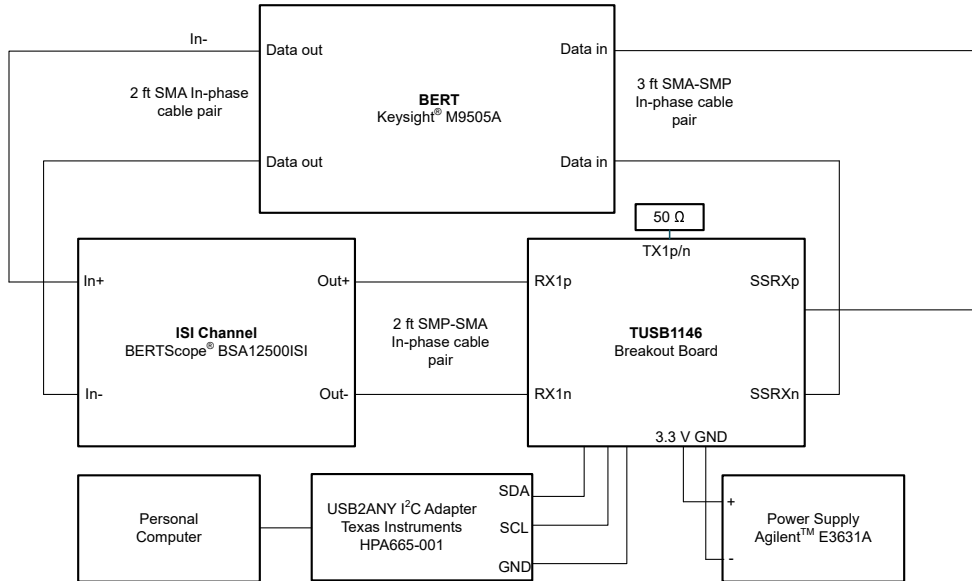

图 2-2. BER 测试设置图
1. 配置图 2-2 中的硬件设置。对于“无 EQ”配置，请从通道路径中移除 TUSB1146，然后连接其余器件。